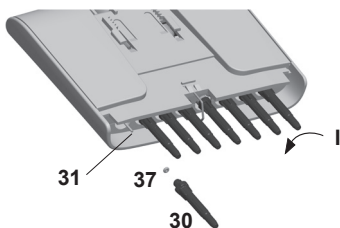

Imagen 16
1. Desenrosque el accesorio portapuntas ( I ) (Imagen 16).